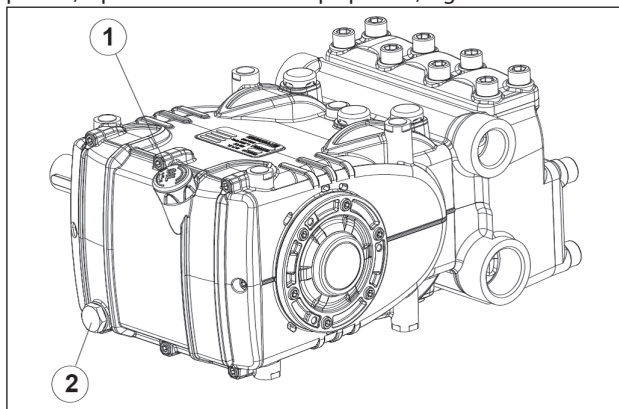

Fig. 1
Para retirar o óleo, deve-se retirá-lo: a haste do nível do óleo pos. ①, e posteriormente a tampa pos. ②, Fig. 1.